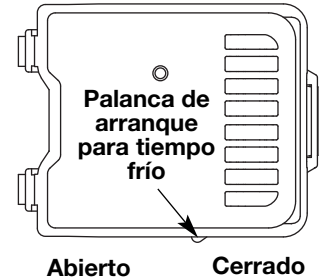

Fig. 13
**SI UNIDAD ES INFERIOR A 4°C/40°F...** coloque la palanca de arranque para tiempo frío en la posición cerrada (Fig. 13) y continúe al paso 4. NO mueva esta palanca a la posición cerrada si la temperatura está por encima de 40°F.
**SI EL MOTOR ARRANCA Y HACE FRÍO...** (menos de 40°F o 4°C), coloque la palanca de arranque para tiempo frío en la posición abierta (Fig. 13) y deje que el motor se caliente durante 30 a 60 segundos.